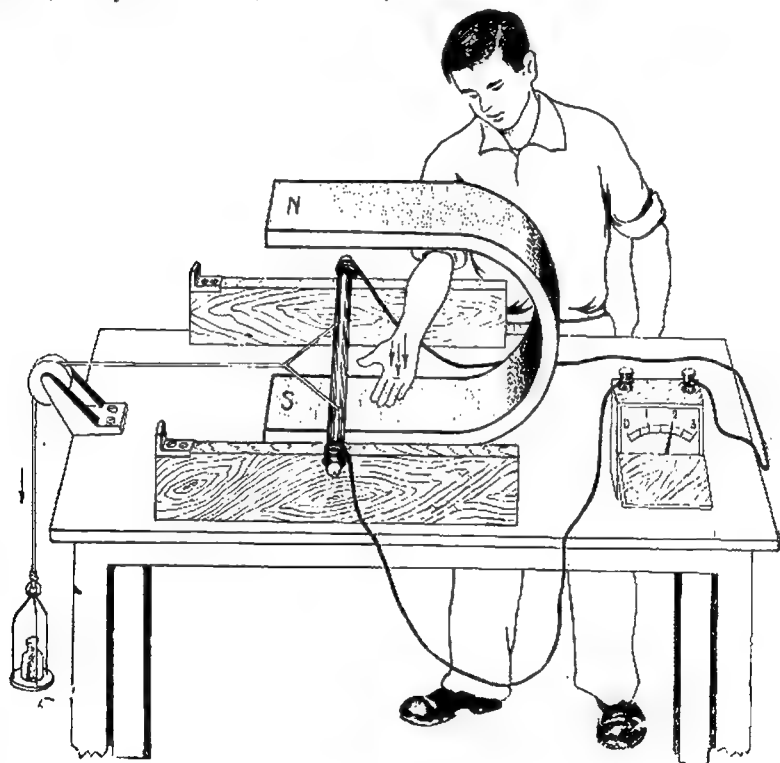

Fig. 119. — Curent indus într'un conductor
65. **Inducția într'un conductor.** Pentru aceasta să cercetăm ce se petrece într'o porțiune dintr'un circuit, adică într'un conductor de o anumită lungime. Să facem în acest scop experiența în modul arătat în fig. 119.